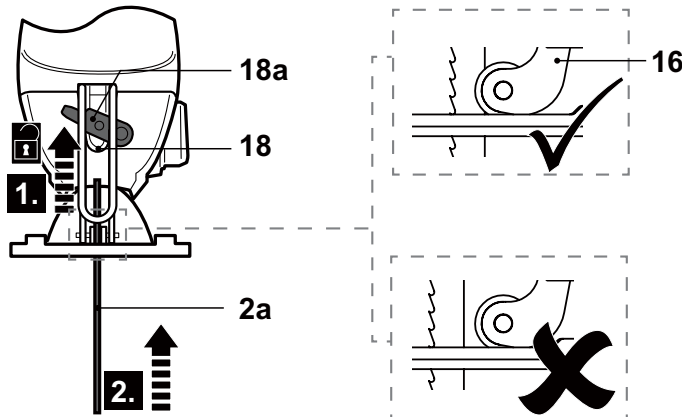

Fig. 1
- > Presione la palanca de liberación (18a) y manténgala en esta posición (Fig. 1, paso 1).
- > Inserte la hoja de sierra requerida (23a, 23b) en el portaherramientas (18) hasta el fondo (Fig. 1, paso 2). Asegúrese de que el borde de la hoja de sierra se apoya adecuadamente contra la guía de la hoja de sierra (16).